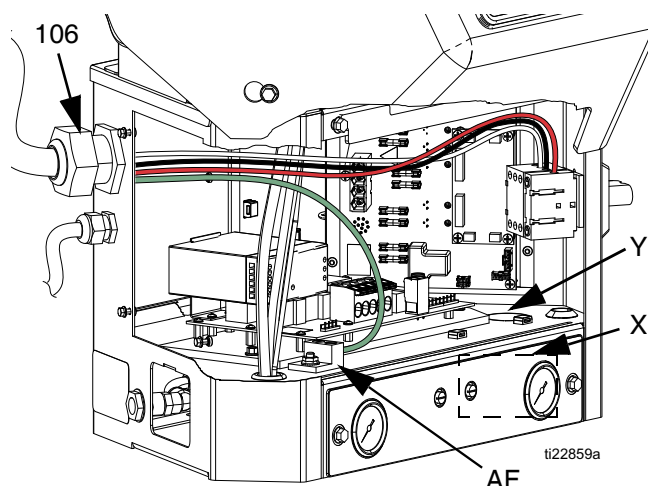

FIG. 13
NOTA: La boccola pressacavo installata (106) è adatta a un cavo elettrico con DE di 18-32 mm (0,708-1,260 in.). Vedere FIG. 13. Se necessario utilizzare una chiave per serrare la boccola del pressacavo fino a fissarla sul cavo.
4. Inserire il cavo elettrico attraverso la boccola pressacavo dell'armadio elettrico (106). Vedere FIG. 13.
- a. Instradamento del cavo elettrico alternativo: utilizzando il condotto, guidare il cavo elettrico dalla porta d'accesso (X) attraverso il foro (Y). Il condotto è necessario quando si instradano cavi in prossimità di componenti ad aria compressa.
6. Collegare il filo di messa a terra alla messa a terra del telaio (AF). Vedere FIG. 13.